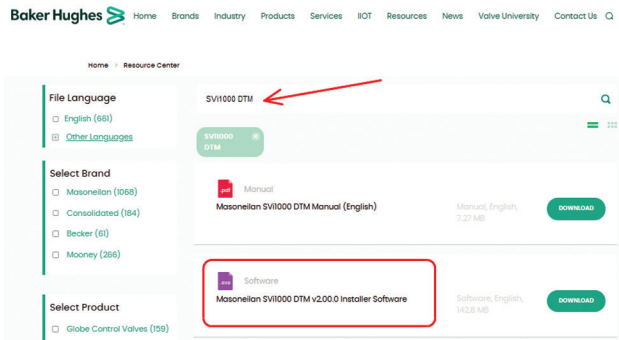

Figura 28 - Centro de descargas: Búsqueda de SVI1000 DTM
1. Vaya a la Biblioteca de recursos (<https://valves.bakerhughes.com/resource-center>) e ingrese SVI1000 DTM en el campo de búsqueda (flecha roja en la Figura 28).
Aparecen los resultados (recuadro rojo en la Figura 28).